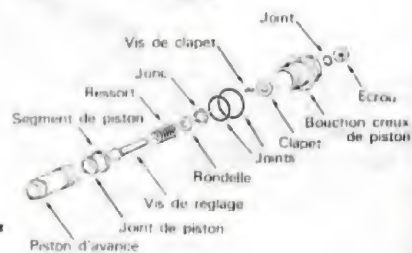

Fig. 14. - Composants de l'avance automatique.
- Séparer les composants de l'avance automatique (fig. 14).